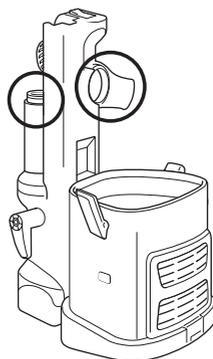

Fig. 31
- Retirez le récipient à poussière et le tube rallonge, puis séparez l'aspirateur portatif *Lift-AwayMC* de la buse à plancher motorisée. Vérifiez les quatre orifices pour détecter toute obstruction. (**Fig. 31**)